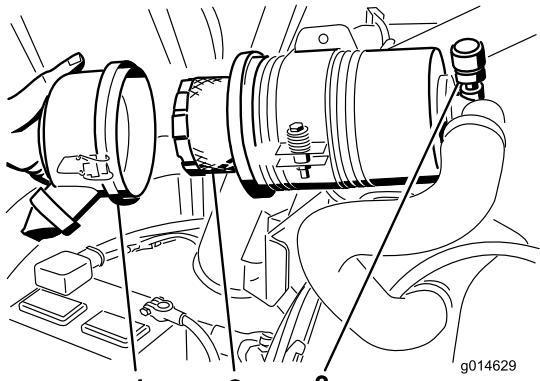

Figura 60
- Togliete il filtro e sostituitelo (Figura 60).